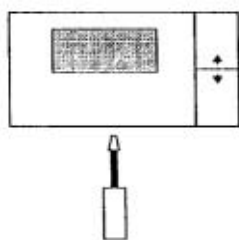

Fig. 3.1
- 1- Separar a parte frontal da base posterior, através de uma chave de parafusos plana introduzida na guia situada no centro do lado inferior do cartão e libertar a lingueta de bloqueio do seu encaixe (ver Fig.3.1);